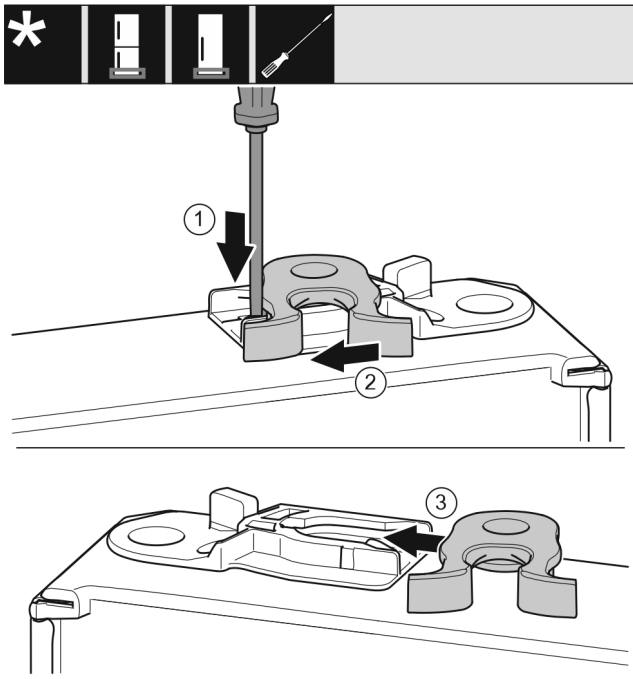

Fig. 49 *
- ▶ Прижмите накладку Fig. 49 (1) шлицевой отверткой вниз.*
- ▶ Выведите запорный крючок Fig. 49 (2) из направляющей.*
- ▶ Вставьте запорный крючок Fig. 49 (3) в направляющую с другой стороны.*